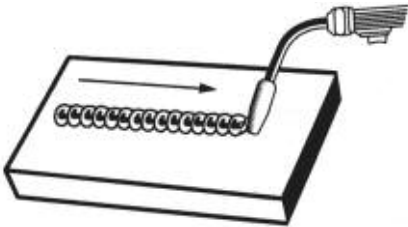

Figure 19. Cordon longitudinal
1. Le **CORDON LONGITUDINAL** (figure 19) est formée en voyageant avec le pistolet en ligne droite, tout en gardant la buse et le fil centrés sur le joint de soudure. Ce type de cordon est le plus facile à casser.